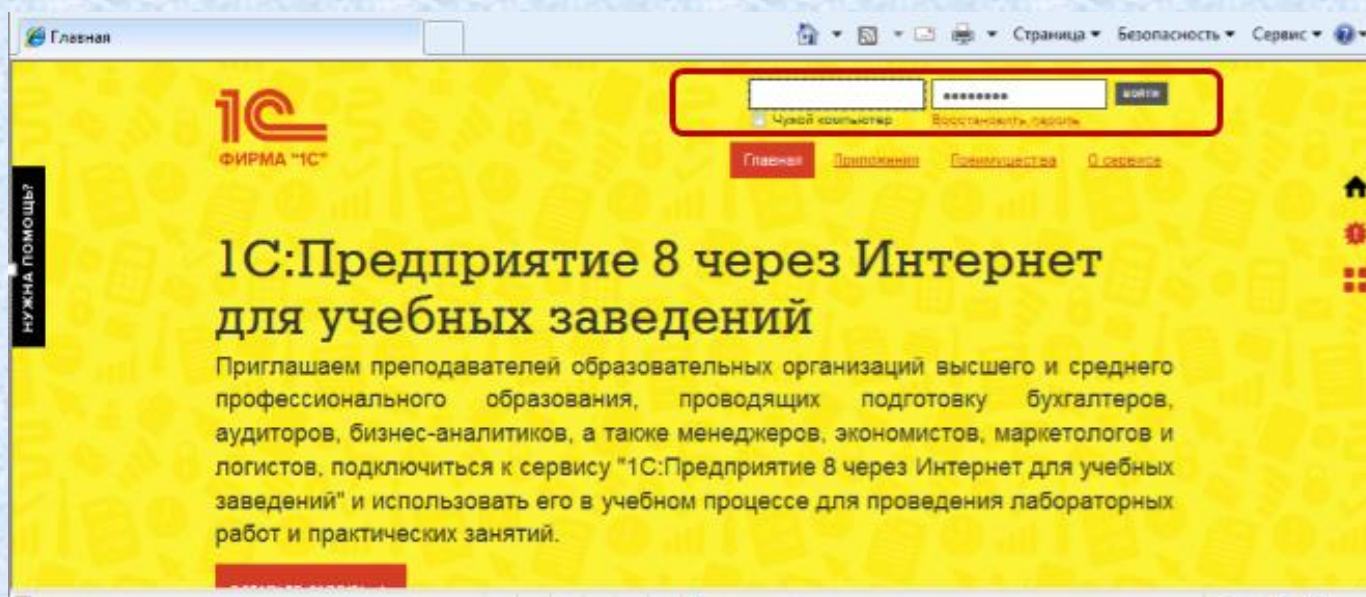

Рисунок 2- Поля для ввода данных авторизации
2. Пройдите процедуру авторизации, (данные авторизации высланы на ваш почтовый ящик, если данные не пришли обратитесь к преподавателю) (рисунок 2).